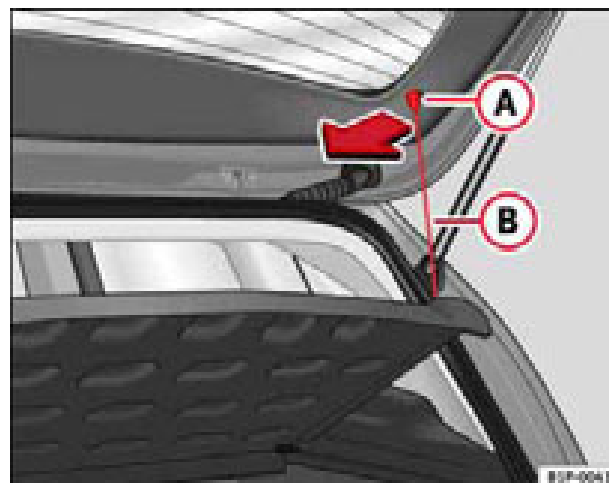

Fig. 103 Bandeja portaobjetos
- Desenganche los tirantes ⇒ fig. 103 (B) de los alojamientos (A)